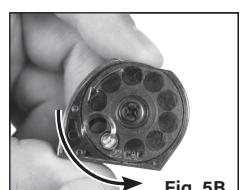

Fig. 5B
- Faites tourner le cylindre dans le sens inverse des aiguilles d'une montre jusqu'au prochain emplacement ouvert (voir Fig. 5B).